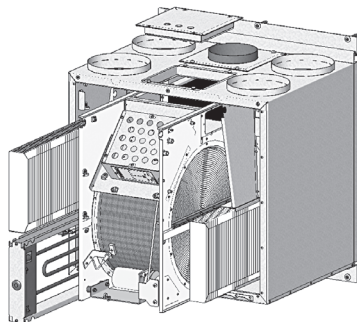

Рис. 17
Осмотр вентиляционного устройства KOMFOVENT DOMEKT REGO 400VE(W) рекомендуется производить 3–4 раза в год. Все внутренние элементы устройства легко вынимаются для очистки (см. рис. 17). Перед тем, как вынуть электрический обогреватель и ротационный теплообменник, необходимо отключить провода.